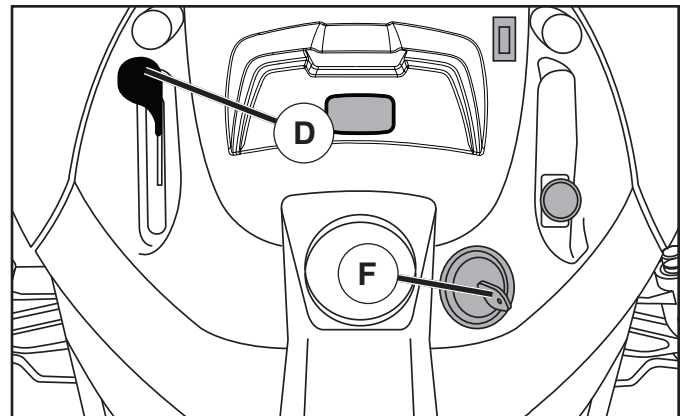

Fig. 19
- Placer la commande des gaz en position (D) « SLOW » (lent).
- Tournez la clé de contact à la position coupée (F) STOP et enlevez-la. Enlevez toujours la clé de contact quand vous quittez le tracteur pour empêcher l'emploi non autorisé.
## POUR UTILISER LA COMMANDE DES GAZ (D) (Voir la Fig. 19)